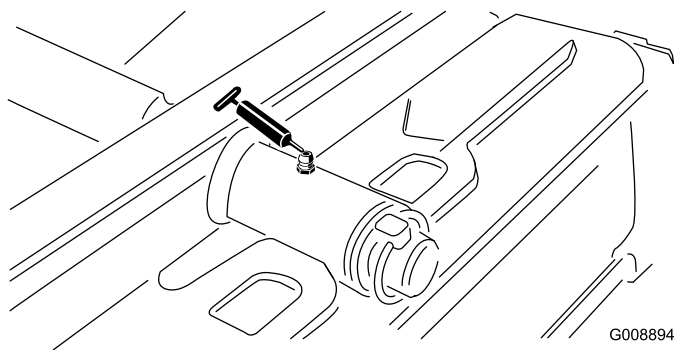

Figure 60
- Pivot d'unité de coupe arrière (Figure 60)